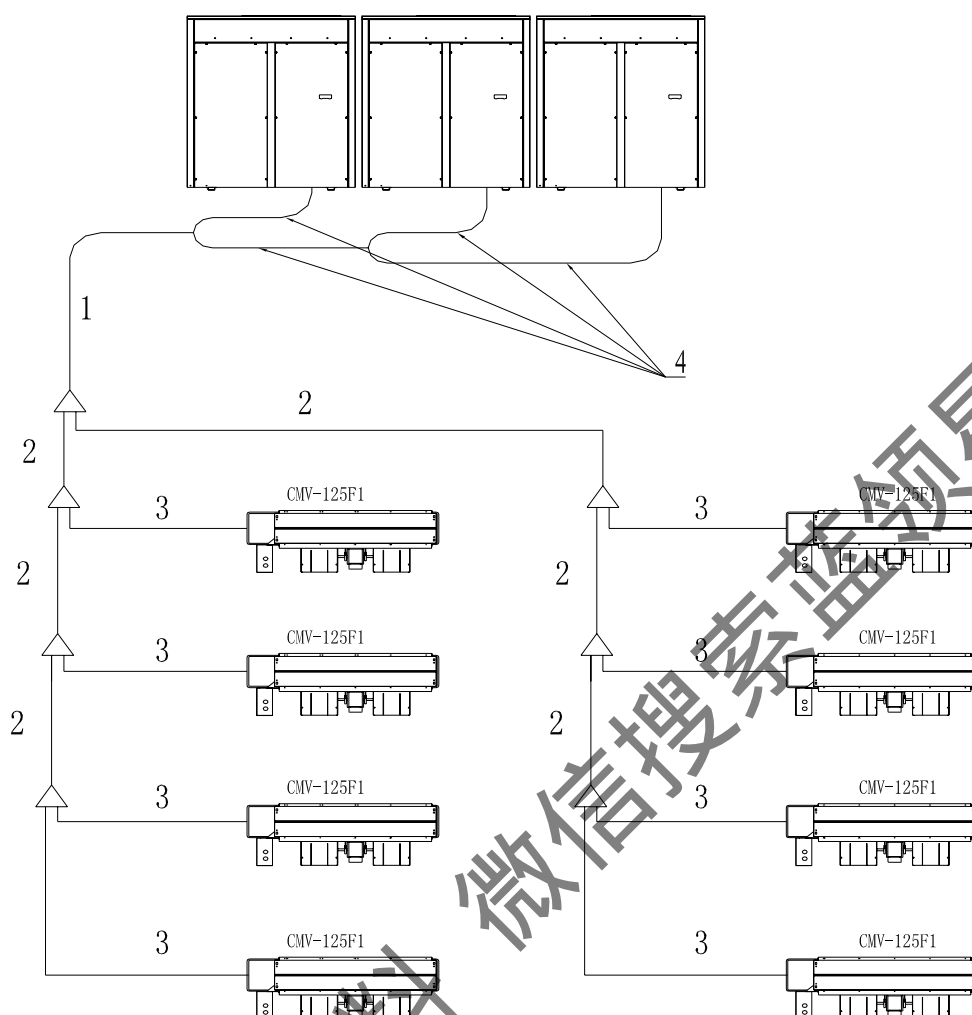

图 48: 配管命名示意图
为了方便表达，对配管进行统一命名，见表 4 及示意图 48。
主管是指室外侧第一分歧至室内侧第一分歧之间的管道（图 48 中编号为“1”的铜管，或图 52 中编号为“5”和“6”的铜管及图 53 中编号为“5”和“6”的铜管），主管管径的大小与室外系统总能力的大小有关，其管径的选择表如下：
8.4 内侧配管的管径选择与安装 (图 48 中编码为“2”、“3”的铜管)
一、内侧主配管管径的选择 (图 48 中编码为“2”的铜管)
二、内侧支配管管径的选择 (图 48 中编码为“3”的铜管)